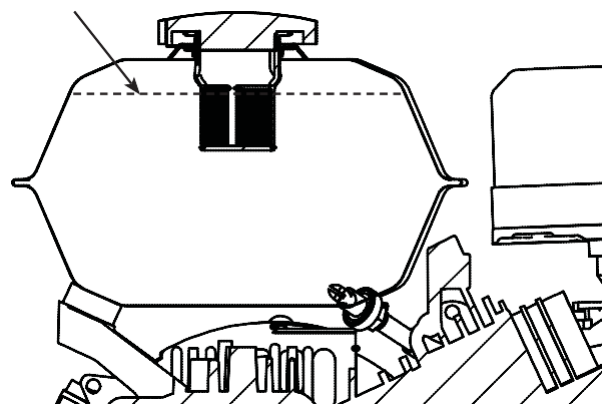

Рисунок 2
3. Наполните бак до максимального уровня. **См. РИСУНОК 2.**